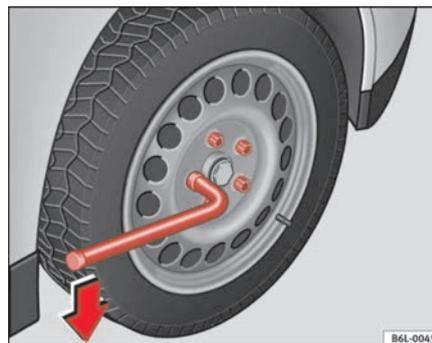

Fig. 135 Cambio di una ruota: come allentare le viti
- Afferrare la chiave il più possibile verso l'estremità e ruotarla di circa un giro verso **sinistra** ⇒ fig. 135.